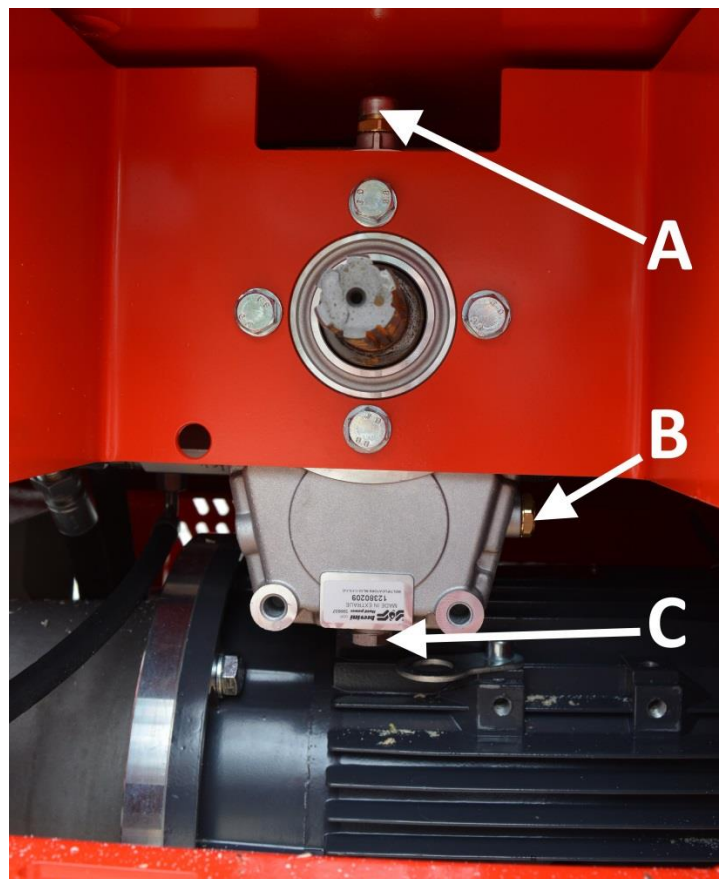

Bild 27.
2. Stäng propp C och öppna påfyllningskork A på bild 27.
Du kan kontrollera mängden olja genom nivåglas B på bild 27.